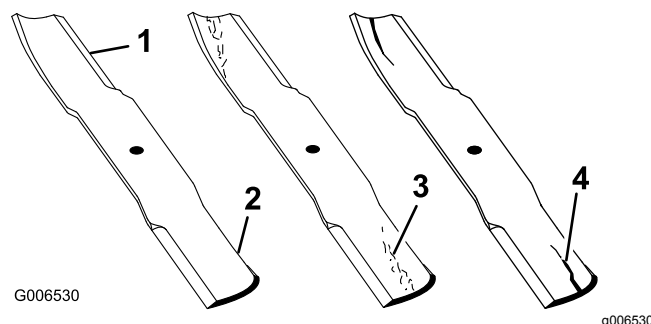

Figure 49
1. Examinez le tranchant des lames (Figure 49).
4. Remplacez immédiatement toute lame fendue, usée ou qui présente une entaille (Figure 49).